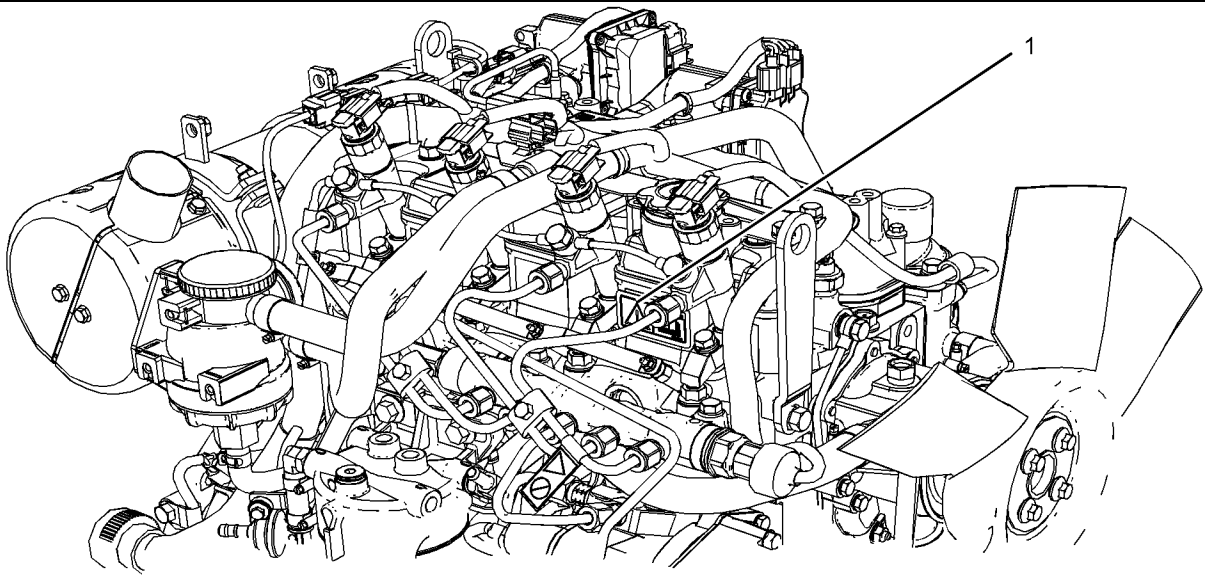

Ilustración 2
La etiqueta Advertencia universal (1) está en el lateral de la tapa del mecanismo de válvulas. Consulte la ilustración 2 .